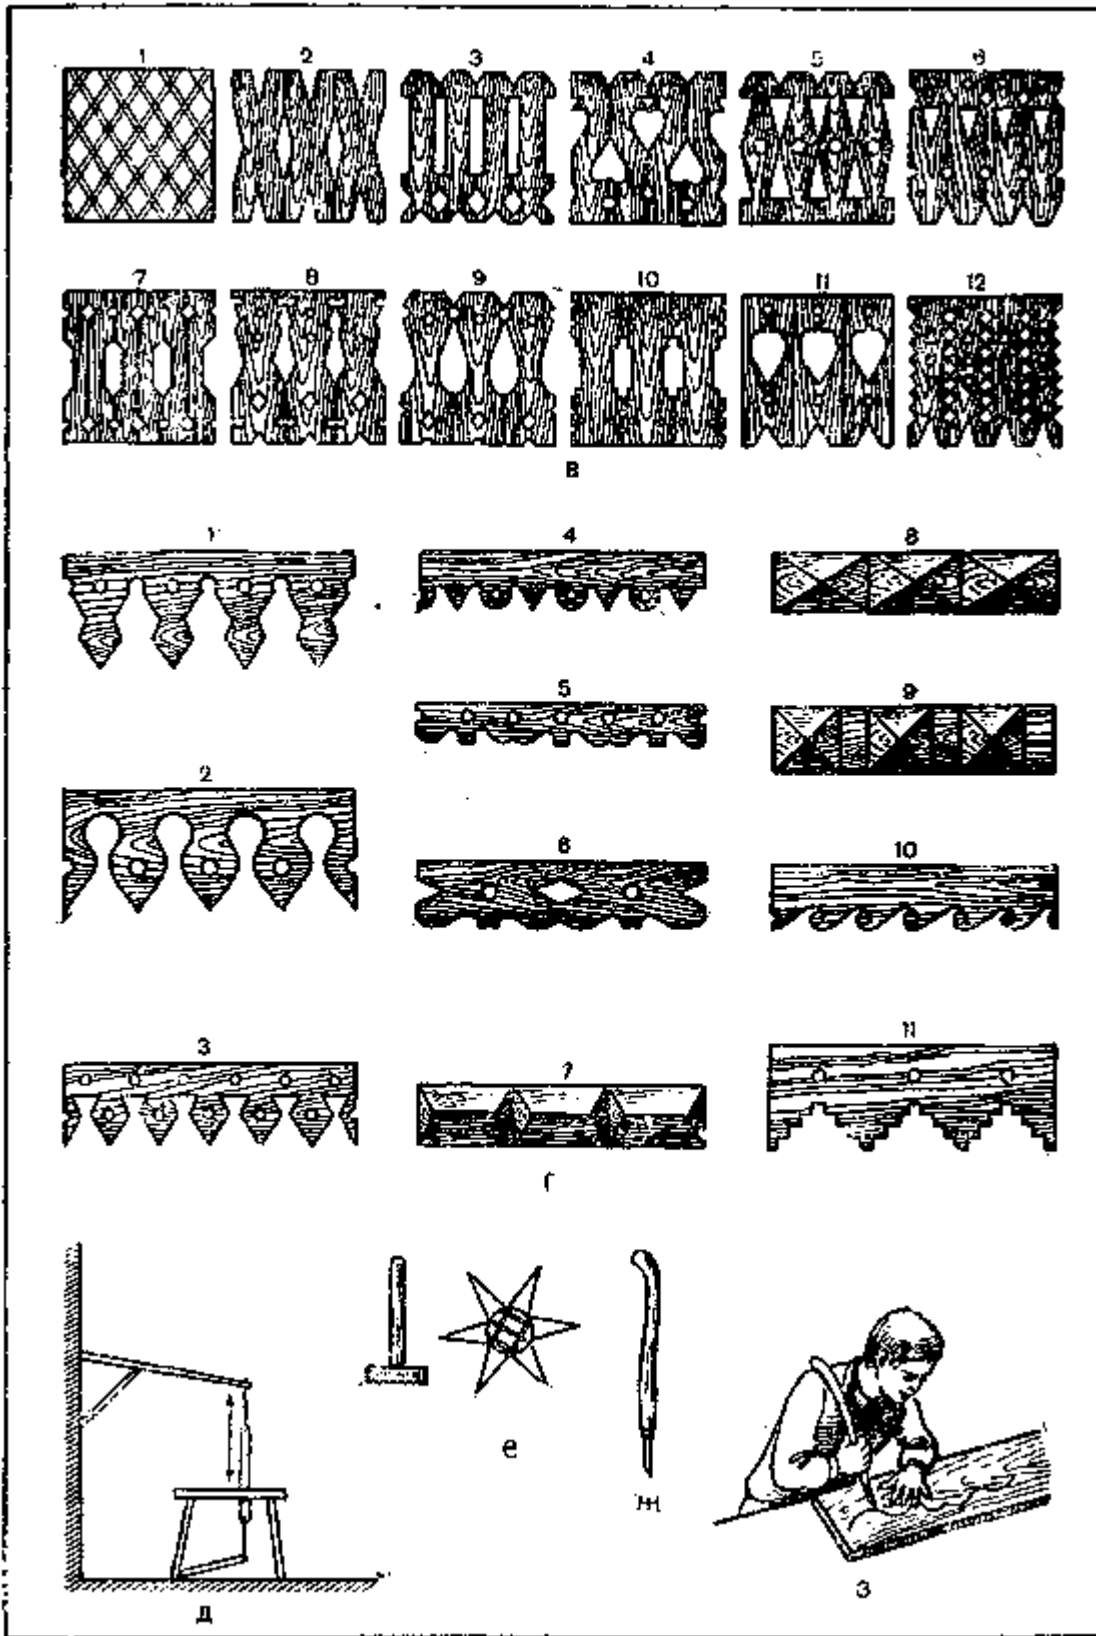

Рис. 211. Наружная отделка домов:
Кроме гладкой обшивки, часто применяют простые или резные оконные проемы, наличники, карнизы, а также различные ограждения, пояски, перила и т. д. (рис. 211).
**Наличники** (рис. 211, а) не только украшают дом снаружи, но и закрывают щель между стеной и оконной коробкой. В дополнение к рисунку на форзаце приведены различные типы наличников, встречающихся в Московской, Тульской, Смоленской, Горьковской и других областях. Наружные наличники обычно оформляют оконный проем с четырех сторон, а внутренние — с трех: сверху и с двух боковых до подоконника. Внутренние наличники чаще всего делают гладкими или с калевками, но без резьбы в соответствии с санитарными требованиями. Детали этих наличников сверху соединяют на ус и крепят в местах стыков между собой (вверху) и к коробкам гвоздями со сплюсненными шляпками. В каждую деталь вбивают по 3 — 4 гвоздя.
Карнизы (рис. 211, б) могут быть простыми гладкими, с калевками или со сложным орнаментом, а также узкими и широкими, идущими только по стене или только под кровлей или по стене и под кровлей одновременно. Иногда карнизы делают с накладными деталями, которые крепят гвоздями. Накладные детали применяют и для оформления наличников и ограждений.
Ограждения или перила (рис. 211, в) могут быть глухими и со сквозной резьбой. Кроме резьбы, широко применяют всевозможные раскладки с калевками, вырезами в виде зубчиков или гладких деталей, как-то ромбов, квадратов и т. д.
Накладные детали (рис. 211, г) могут быть со сквозной и глухой резьбой или в виде гладких реек с зубчиками, кирпичиками, шашками и др. Эти детали применяют для оформления карнизов, наличников, ограждений. Крепят их чаще всего гвоздями.
Рассмотрим устройство «ножного» лобзика (рис. 211, д). К стене или потолку крепят пружину, которую часто заменяют молодым стволом дерева или сучком нужной толщины (березовым, еловым или дубовым). К «пружине» крепят узкое полотно пилы, предварительно пропущенное через отверстие доски или верстака. К полу на нужном расстоянии от пилы крепят шар-нирно доску или педаль, а к ней — свободно снимаемое полотно лобзиковой пилы. Работает лобзик так. При нажмении ногой на педаль пила опускается вниз и выполняет пиление, а при снятии ноги поднимается «пружиной». Работник обеими руками держит деталь и направляет ее к пиле в соответствии с проведенными рисками.
Несквозную резьбу выштамповывают чеканами (рис. 211, е) — стальными стержнями, на одном конце которых имеется тот или другой рисунок. Чеканами могут служить и мелкие шестеренки, закрепленные на стальном стержне. Ими можно выштамповывать на дереве рисунки глубиной до 10 мм. Глубина штамповки зависит от силы удара молотком по чекану и твердости древесины.